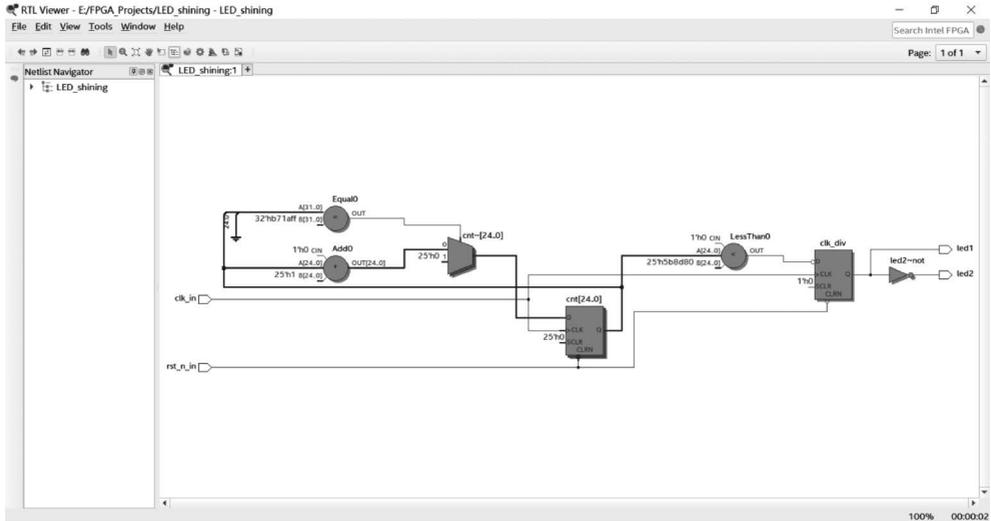

图 3.40 Quartus Prime 查看综合后电路页面
(3) 综合完成后可以选择 Tools→Netlist Viewers→RTL Viewer 查看电路。Quartus Prime 查看综合后电路页面如图 3.40 所示。